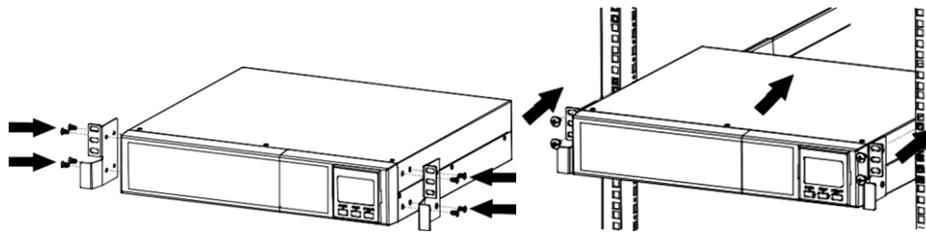

Рисунок 7 – Порядок установки ИБП и ВБМ в стандартный шкаф или стойку для телекоммуникационного оборудования шириной 19 дюймов
7.1.3 Установку ИБП в шкаф следует производить при помощи монтажного комплекта РРТ68 (не входит в комплект поставки ИБП, и может быть приобретен дополнительно при заказе ИБП) в следующей последовательности (рисунок 7):